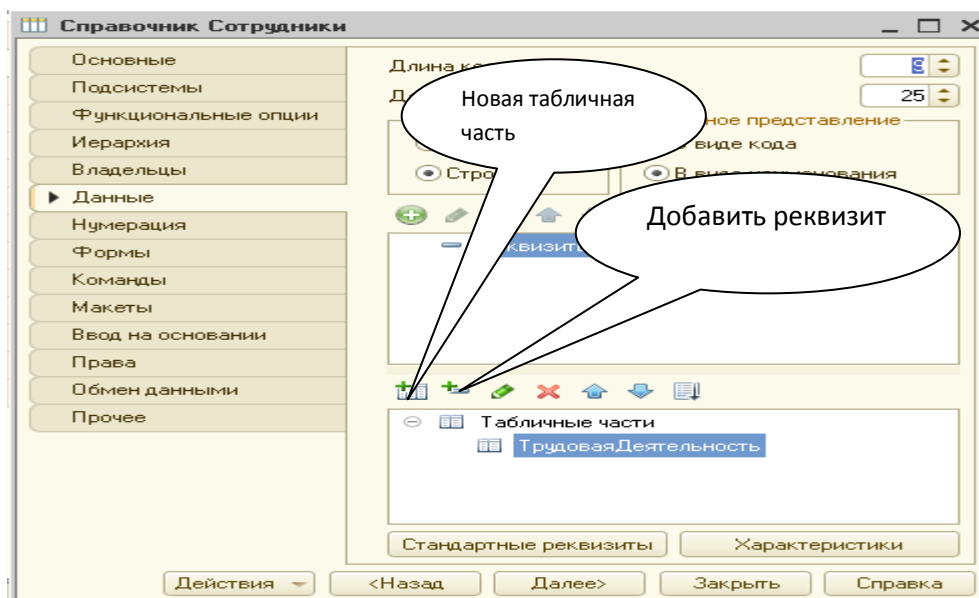

Рисунок 1.11 Создание табличной части ТрудоваяДеятельность
10. Перейти на закладку **Данные**. Добавим новую табличную часть **ТрудоваяДеятельность** кнопкой добавления табличной части (рис.1.11).